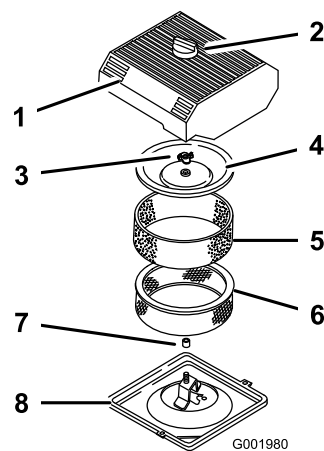

Figura 44
3. Para evitar qualquer dano, limpe à volta do filtro de ar para impedir a entrada de impurezas para o interior do motor (Figura 44).
4. Desaperte o botão existente na parte superior do filtro de ar e retire a cobertura (Figura 44).
5. Retire cuidadosamente o filtro de esponja, passando pelo filtro de papel (Figura 44).
6. Desaparafuse a porca da cobertura e retire a cobertura e o filtro de papel (Figura 44).
1. Coloque cuidadosamente o filtro de esponja, passando pelo filtro de papel (Figura 44).
3. Coloque a porca da cobertura e aperte contra a cobertura (Figura 44).
4. Coloque a cobertura do filtro de ar e o botão (Figura 44).